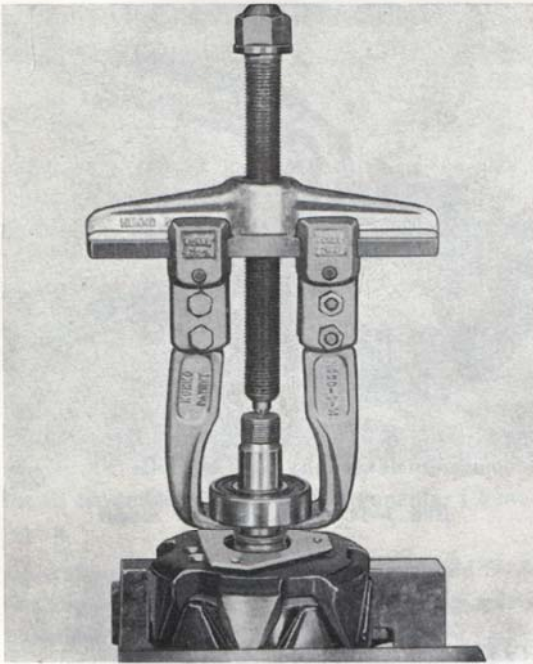

Bild 3-15. Demontering av lager
2. Dra av lagret med en kloavdragare, bild 3-15.